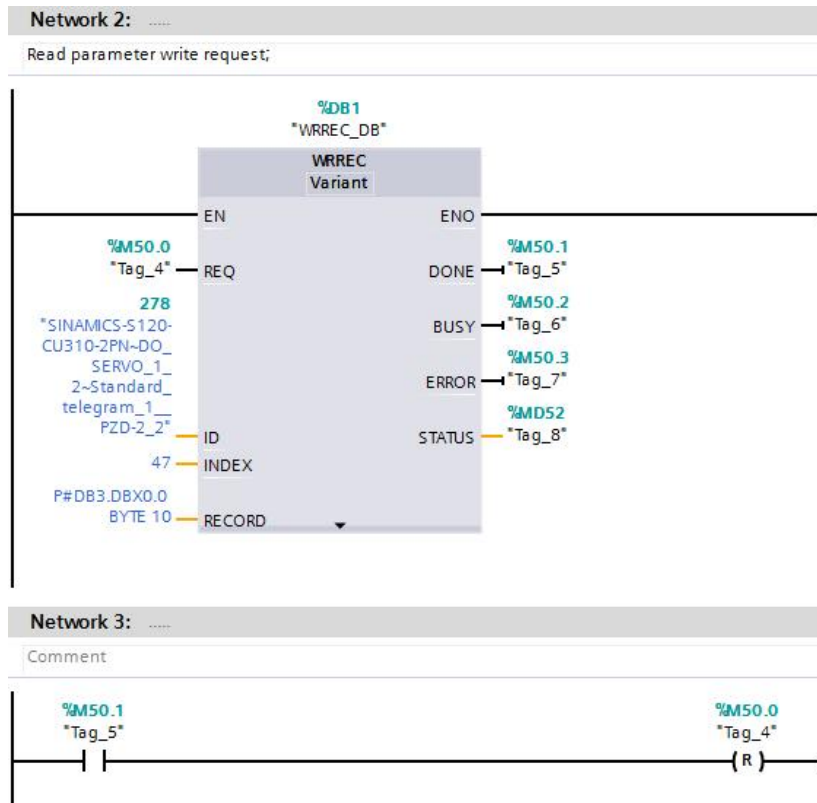

图 3-4 发送“ 读参数” 请求
(1)使用标志位 M50.0 及功能块“ WRREC” 将读参数请求(数据集为 DB3 开始的 10 个字节)发送至驱动器, 见图 3-4。读参数请求数据格式参考表 3-5。